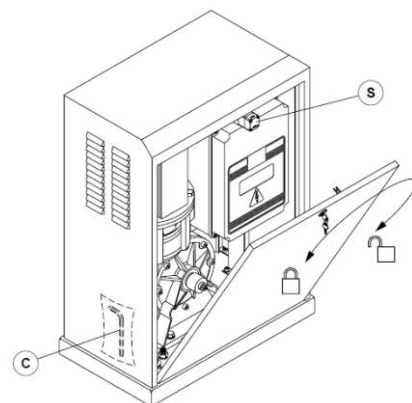

рис. 17
- Открыть переднюю дверку привода специальным ключом (рис. 17). При открывании микропереключатель безопасности блокирует работу привода (рис. 17 S).